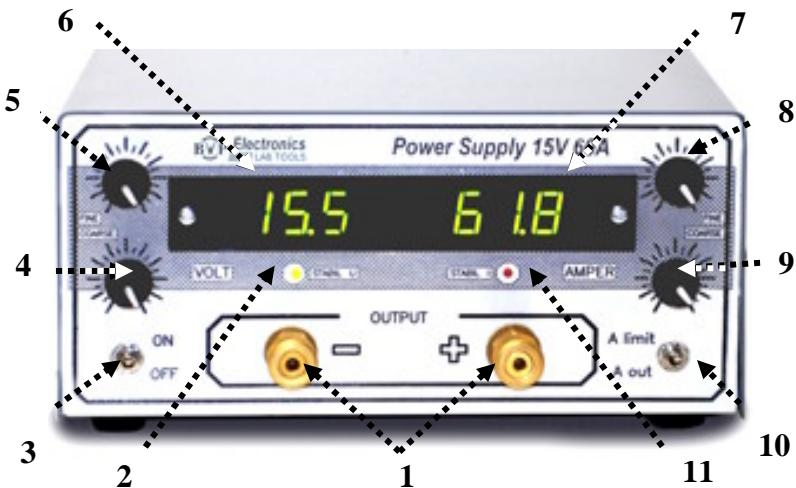

Рис. 2. Расположение органов управления на передней панели источника питания
На передней панели источника питания размещены оперативные органы управления, цифровые индикаторы встроенных измерительных приборов вольтметра и амперметра, световые индикаторы режимов работы и выходные клеммы. На рис. 2 показан внешний вид передней панели прибора и расположение на ней всех органов управления и индикации.
- 8.1 Включите источник питания без нагрузки (переместив тумблер 3 (рис.2) в положение "ON").